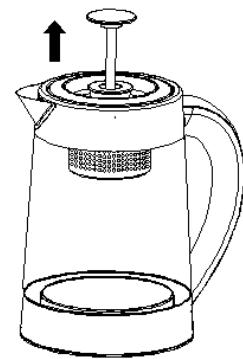

Abb. 8
- Nach der Zugabe von Wasser, setzen Sie den Deckel richtig zurück; Heben Sie den Teebeutel (Abb. 8), nachdem Sie den Deckel daraufgesetzt haben und stellen Sie dann den Kocher auf die Basis; stecken Sie den Netzstecker in die entsprechende Steckdose, dann piept der Summer zweimal und alle Indikatoren sind für eine Sekunde an, so dass der Wasserkocher im Standby-Zustand ist, wenn keine anderen Aktionen gemacht werden.